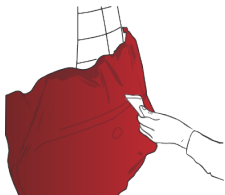

Abbildung 22
- › Folie mit einer mit Wollfilz überzogenen Kunststoffrakel auf der gesamten Fläche andrücken. Dabei darauf achten, sie auf der konvexen Fläche vorsichtig zu glätten (Abb. 22), um Spannungen und Falten zu entfernen.